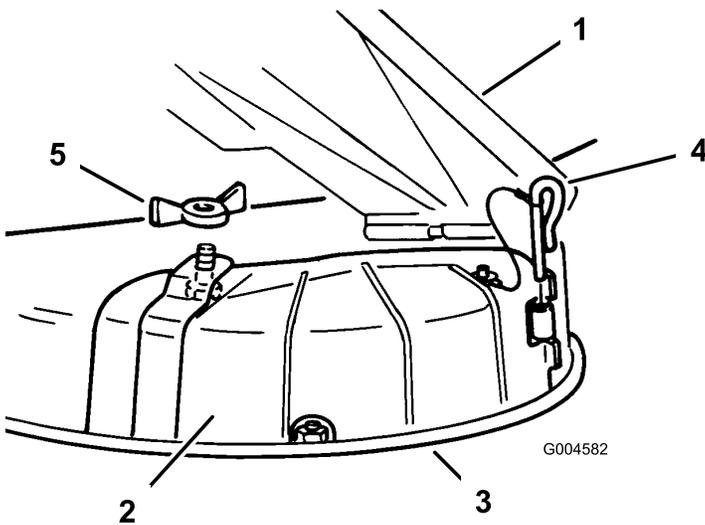

Bild 24
3. Entfernen Sie die Flügelmuttern und die Schraube, mit denen die Abdeckung befestigt ist (Bild 24). Bewahren Sie alle Teile für eine Wiederverwendung auf.
4. Entfernen Sie die Scharnierstifte, mit denen die Abdeckung am Mähwerk befestigt sind (Bild 24).
3. Heben Sie das Ablenkblech hoch und legen die Auswurfkanalabdeckung über die Öffnung und auf die untere Lippe des Mähwerks, wobei Sie die Abdeckung gleichzeitig in das vordere Scharnier stecken (Bild 24).
4. Schieben Sie den Scharnierstift durch das Scharnier (Bild 24).
5. Befestigen Sie die Auswurfkanalabdeckung mit der Flügelmutter am Mähwerk (Bild 24).